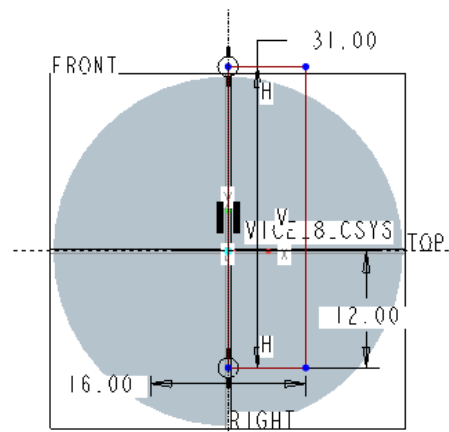

図 6-25 くり抜き部の形状定義
- ・垂直方向の中心線を定義し、「直線ツール」 を使用して垂直線と水平線を図 6-25 に示すようにスケッチする。字薄く表示仮寸法であることを設計寸法にする。円形中心交差 TOP 平面より 12mm 下から球形開口超えまでを 31mm とする。